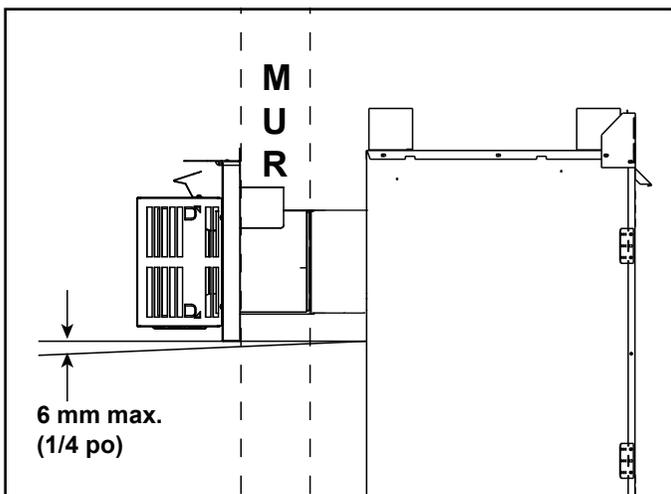

Figure 4.8
- Le chapeau de l'extrémité horizontale devrait avoir une inclinaison vers le bas de 64 mm (1/4 po) afin de permettre à toute humidité du chapeau d'être libérée. Voir la figure 4.8.